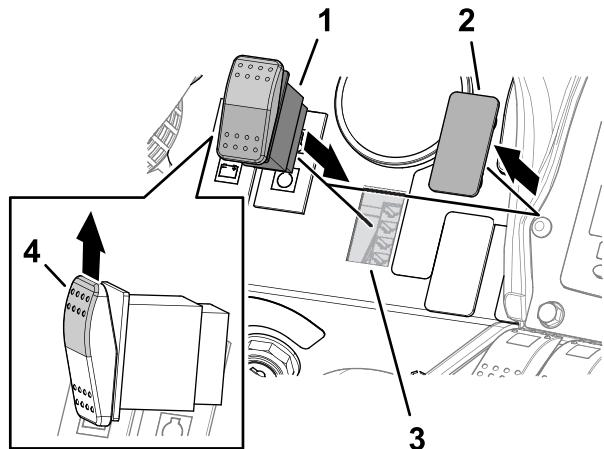

図 85
2. 2ポジションスイッチを、スイッチの肩部(図 85)がダッシュパネルの上部に揃うように合わせます。
3. 2ポジションスイッチをダッシュパネルの穴に挿入します(図 85)。
1. 図 85に示すように、ダッシュパネルのプラグを取り外します。